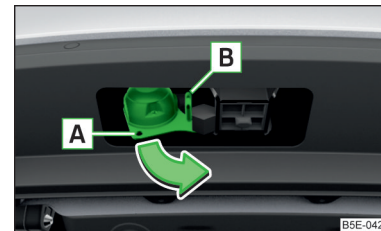

Abb. 312
- Die 13-polige Steckdose im Bereich A fassen und in Pfeilrichtung ausschwenken » Abb. 312.
- Die Abdeckkappe der Steckdose aufklappen und den Stecker des Anhängers (des Zubehörs) in die 13-polige Steckdose A einstecken » Abb. 312. (Wenn der Anhänger/das Zubehör über einen 7-poligen Stecker verfügt, ein entsprechendes Reduktionsstück aus dem ŠKODA Original Zubehör verwenden).